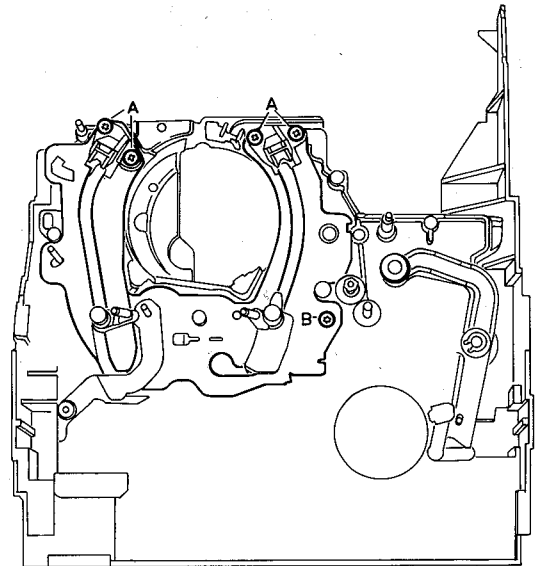

Fig. 2-1-3
- Linkes und rechtes Prisma Pos. 274 beseitigen (Fig. 2-1-3, Schrauben A).